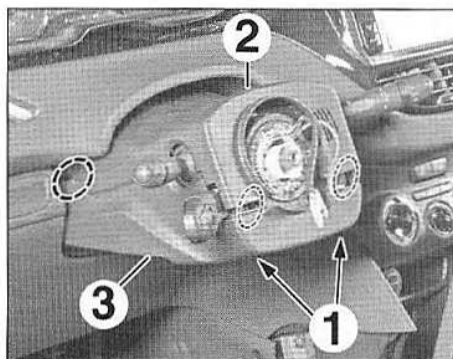

FIG.3
- Déposer les vis (1) (Fig.3).
- Dégrafer et déposer la demi-coquille supérieure (2).
- Déposer la demi-coquille inférieure (3).